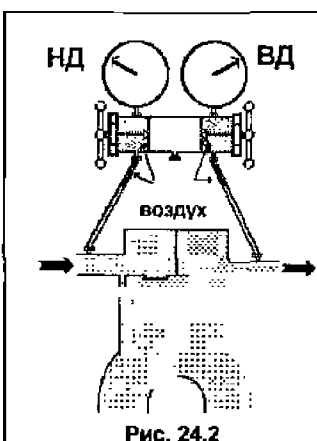

Рис. 24.2
**Внимание:** после установки манометрического коллектора, если ремонтник не продул гибкие шланги, внутри них и в коллекторе будет находиться воздух (см. **рис. 24.2**).